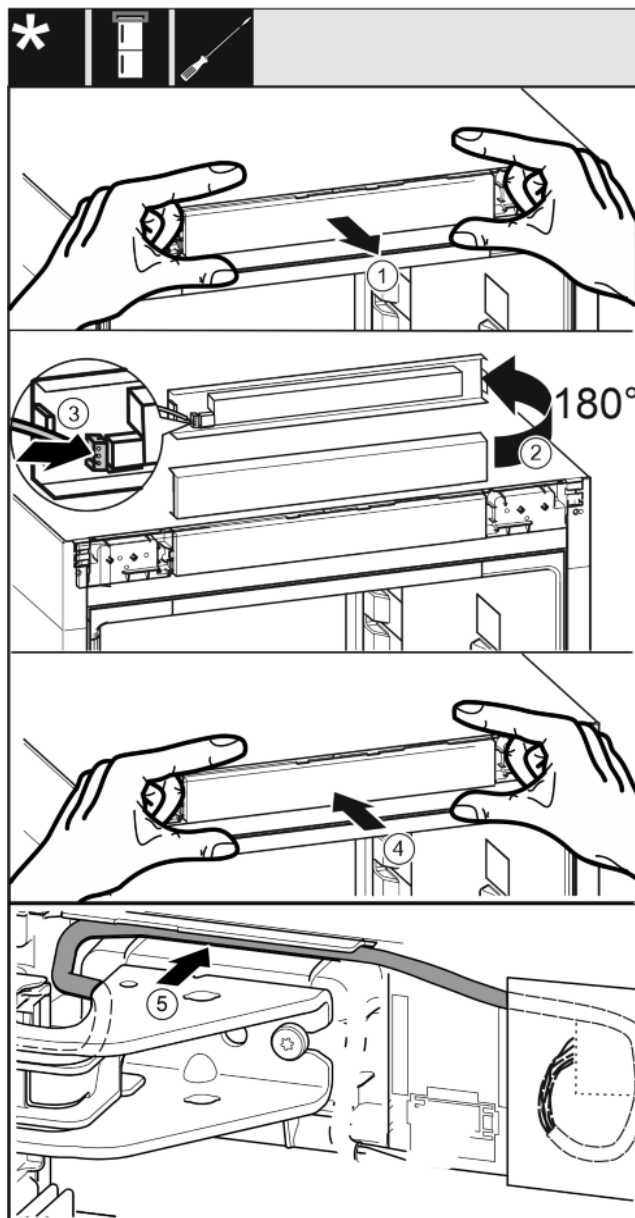

Fig. 34
- Óvatosan vegye ki a kezelőpanelt. Fig. 34 (1)
- Fordítsa el a panelt 180°-kal. Fig. 34 (2)
- Pattintsa rá a dugót a kezelőelem paneljére. Fig. 34 (3)
- Pattintsa vissza a kezelőpanelt a készülékre. Fig. 34 (4)
- Óvatosan vezesse el a szürke kábelt a felső csapágybak feletti vezetősínben. Fig. 34 (5)